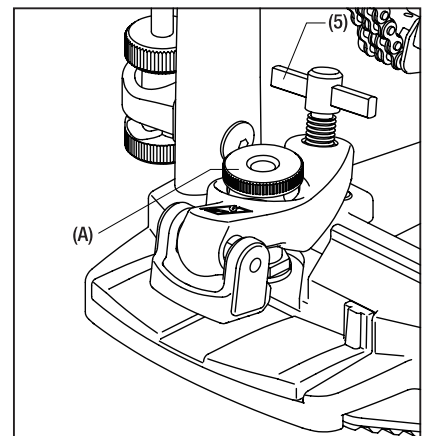

Fig.3(図3)
Adjust the Hoop Clamp opening by turning nut (A). Adjust as necessary to match the thickness of the bass drum hoop. Then loosen the T-bolt (5) and set the pedal onto the drum hoop. Then retighten the T-bolt (Fig.3).
フープクランプのナット(A)で、クランプの開き具合を調整します。バスドラムフープの厚みに合わせて、クランプの開き具合をあらかじめ調整してください。次にT型ボルト(5)を緩め、バスドラムフープにペダル本体をセットし、しっかりと締めて固定してください(図3)。